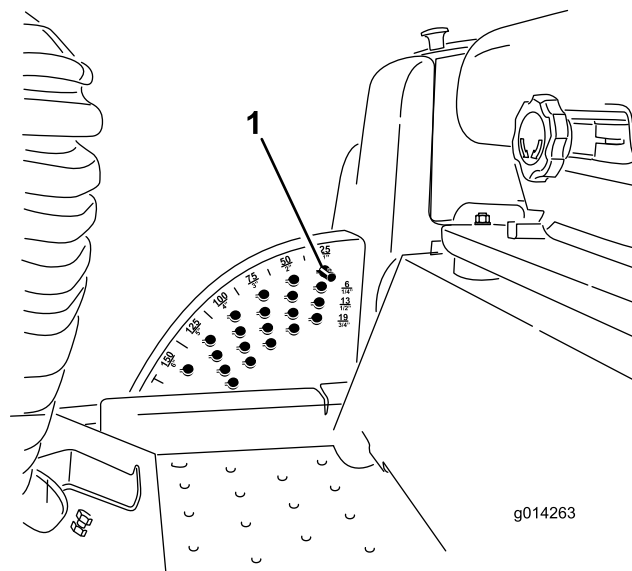

Figura 6
1. Con el motor en marcha, presione hacia atrás el interruptor de elevación del cortacésped hasta que el cortacésped esté elevado a su altura máxima y **suelte el interruptor inmediatamente** (Figura 6).
2. Para ajustar, gire el pasador hasta que el nervio quede alineado con la ranura del taladro del soporte de altura de corte, y retire el pasador (Figura 6).
3. Seleccione un taladro del soporte de altura de corte que corresponda a la altura de corte deseada, inserte el pasador y gírelo para bloquearlo en esa posición (Figura 6).
- Nota:** Hay cuatro filas de taladros (Figura 6). La fila superior corresponde a la altura de corte impresa encima del pasador. La segunda fila corresponde a la altura impresa más 6 mm. La tercera fila corresponde a la altura impresa más 13 mm. La fila inferior corresponde a la altura impresa más 19 mm. Para la posición de 15,2 cm hay un solo taladro, situado en la segunda fila. Esta posición no añade 6 mm a la altura de 15,2 cm.